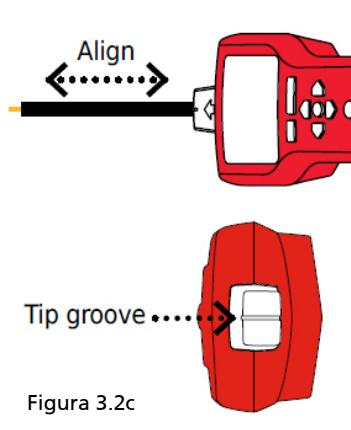

Figura 3.2c
- Posicionamiento del receptor: Para obtener mejores resultados, alinee la marca del sensor de punta con la dirección del cable como se muestra. Si no se alinea correctamente, es posible que se pierda la señal. (consulte la Figura 3.2c).